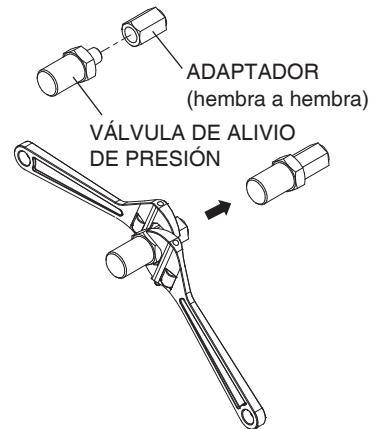

Imagen 1
- Instale la válvula de alivio de presión (0151V00000) en el adaptador (0151V00003) (1/4 NPTF lado hembra). Use sellante resistente al calor (suministrado en campo) para asegurar un sellado correcto. (Imagen 1)